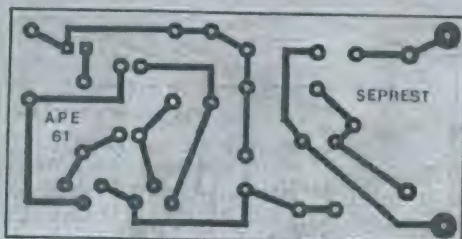

Fig. 2
- FIG. 2 - LAY OUT DO CIRCUITO IMPRESSO ESPECÍFICO - Como os componentes são poucos, forçosamente o arranjo de ilhas e pistas (áreas cobreadas vistas em preto, e em tamanho natural, na